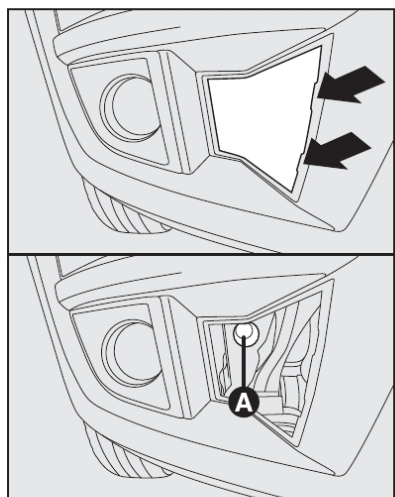

fig. 47
Reboque dianteiro - fig. 47
2) Retirar a tampa de proteção do furo - setas-fig. 47.
3) Parafusar o gancho de reboque no furo rosqueado **A-fig. 47** na parte dianteira do para-choque, lado direito.